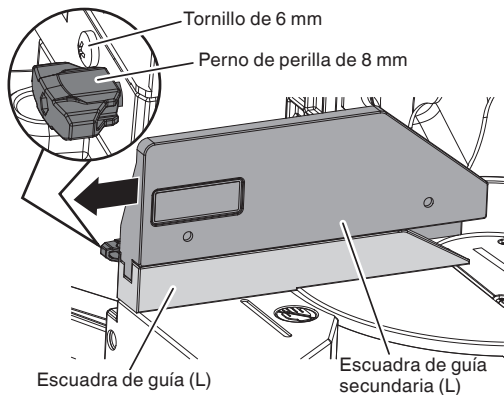

Fig. 12-b
Cuando corte en ángulo en bisel izquierdo, afloje el perno de perilla de 8 mm y, a continuación, deslice la escuadra de guía secundaria (L) hacia fuera, tal y como se muestra en la Fig. 12-b.